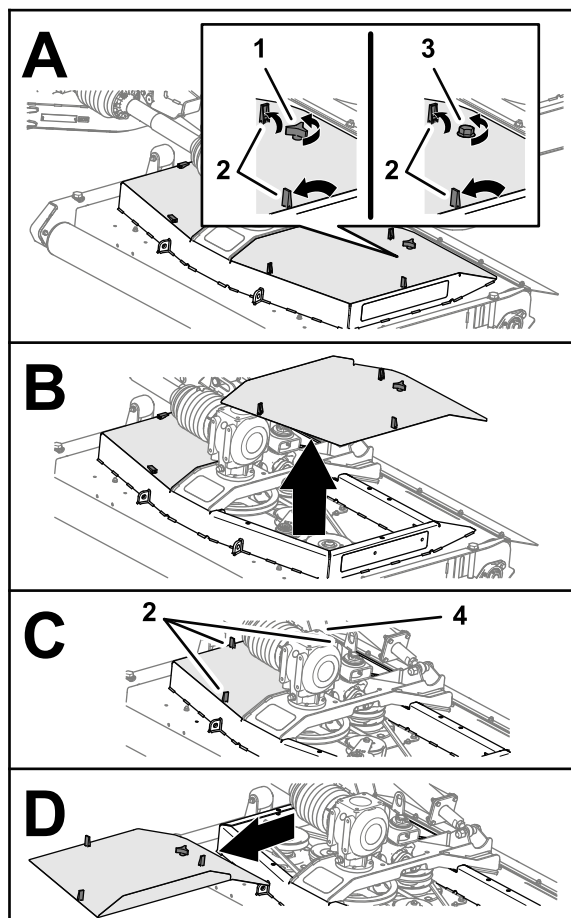

Figure 46
1. Débloquez les 3 verrous qui fixent le capot du plateau de coupe (Figure 46).
2. Desserrez le bouton ou le boulon (plateau de coupe CE) qui fixe le capot au plateau de coupe (Figure 46).
4. Répétez les opérations 1 et 2 pour l'autre capot (Figure 46).